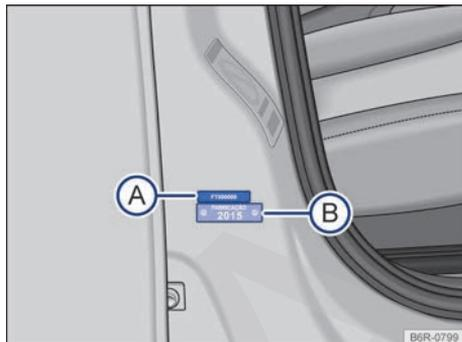

Fig. 157 En la columna de la puerta delantera derecha: etiqueta con el número de bastidor parcial (A) y placa del modelo, año de fabricación (B).
Las etiquetas con el número de bastidor parcial se encuentran en la columna de la puerta delantera derecha → fig. 157 (A), en la columna de la suspensión izquierda y en el travesaño del asiento del conductor. Estas etiquetas son destruidas al ser eliminadas.
La etiqueta con el número de identificación del año de fabricación está ubicada en la columna de la puerta delantera derecha → fig. 157 (B). Esta etiqueta se destruye al ser eliminada.